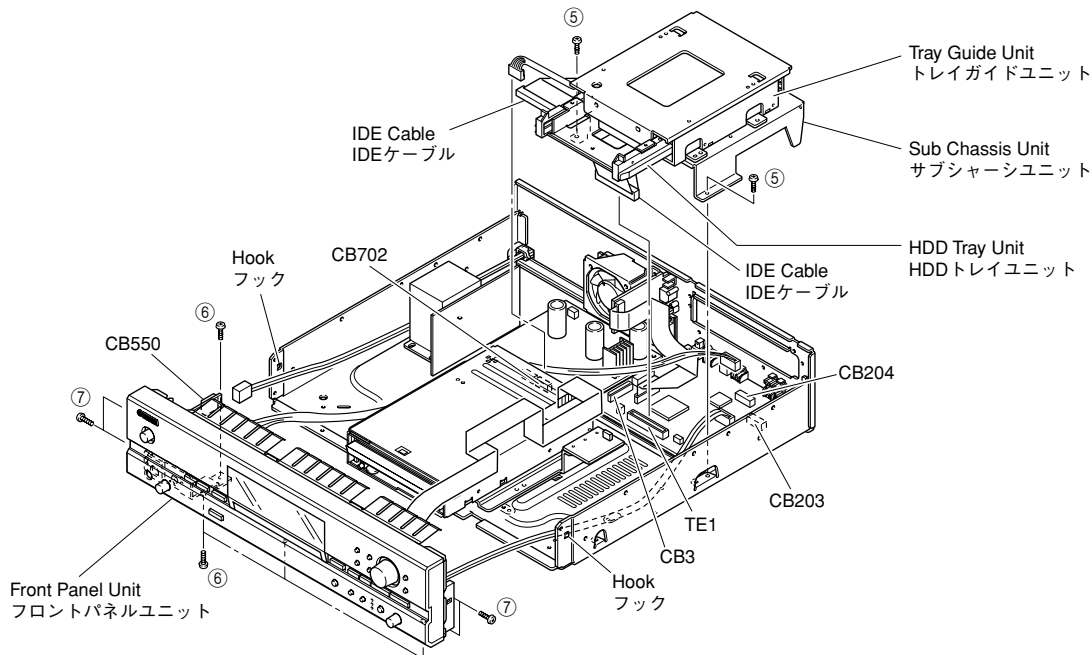

Fig. 4
- Remove 2 screws (⑤). (Fig. 4)
- Remove CB702. (Fig. 4)
- Disconnect the IDE cable from the CDR unit. (Fig. 4)
- Lift the sub chassis unit, tray guide unit and HDD tray unit and disconnect the IDE cable connected to TE1 of the MAIN P.C.B. (Fig. 4)
- Remove the sub chassis unit, tray guide unit and HDD tray unit. (Fig. 4)
- ⑤のネジ2本を外します。(Fig. 4)
- CB702を外します。(Fig. 4)
- CDRユニットからIDEケーブルを外します。(Fig. 4)
- サブシャーシユニット、トレイガイドユニットおよびHDDトレイユニットを持ち上げ、MAIN P.C.B.のTE1に接続されているIDEケーブルを外します。(Fig. 4)
- サブシャーシユニット、トレイガイドユニットおよびHDDトレイユニットを取り外します。(Fig. 4)
- Remove 4 screws (⑥) and 4 screws (⑦). (Fig. 4)
- Remove CB3, CB203, CB204 and CB550. (Fig. 4)
- While pushing hooks on both sides of the panel, remove the front panel unit forward. (Fig. 4)
- ⑥のネジ4本、⑦のネジ4本を外します。(Fig. 4)
- CB3、CB203、CB204、CB550を外します。(Fig. 4)
- パネル両サイドのフックを押し込みながら、フロントパネルユニットを前方に外します。(Fig. 4)